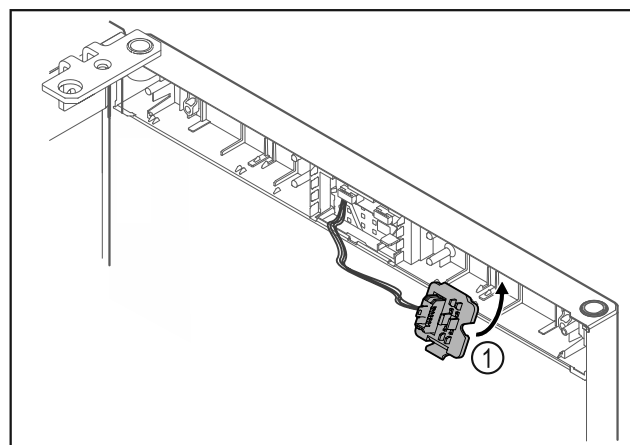

Fig. 13
- Encajar el soporte de la clavija de enchufe Fig. 13 (1) en el lado opuesto.*